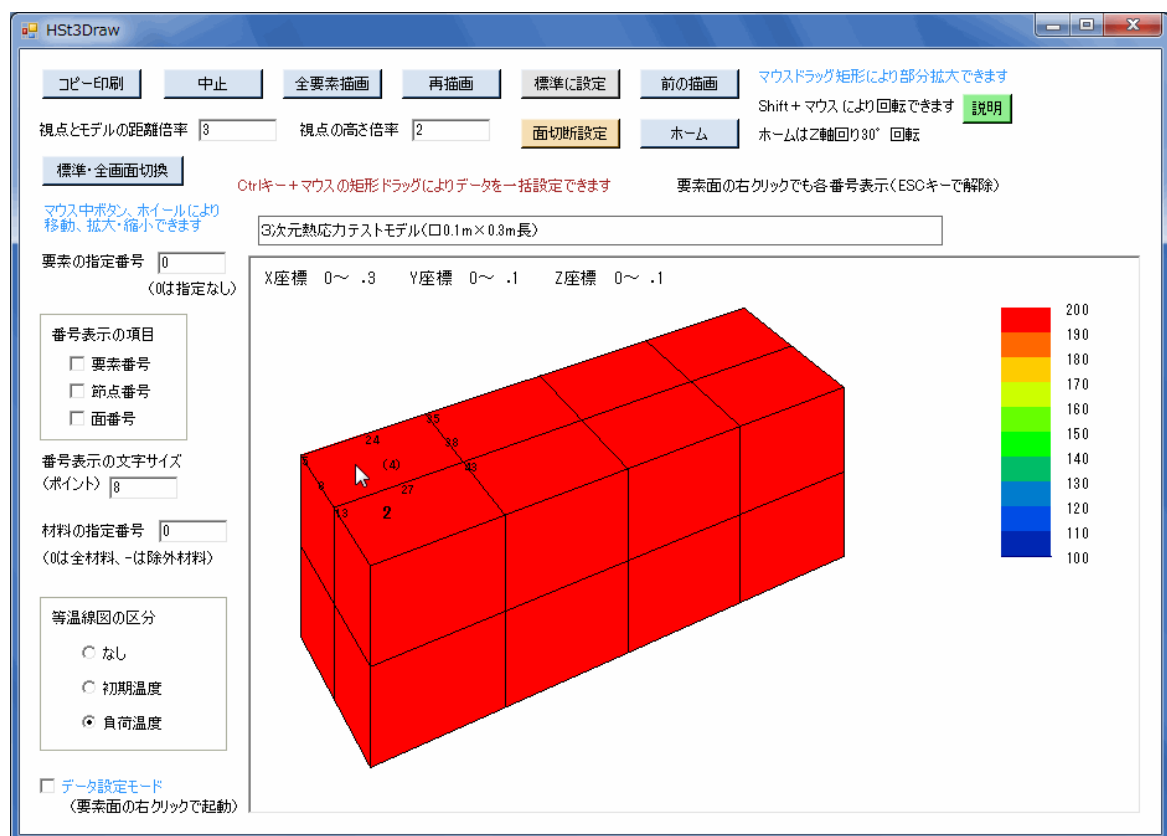

図4-19 構造作画における要素面の右クリック画面例
◇面番号は()付きの数字で作画されます(後掲の図4-19参照)。
15) 任意の要素面を右クリックすると、図4-19のように当該要素面の要素番号・節点番号・面番号が表示されます。